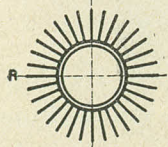

Fig. 73.
L'*autofrigor* (fig. 73) est une solution ancienne, mais particulière, du procédé. L'appareil travaille en vase clos et ne comporte ni soupapes ni presse-étoupe. Le moteur électrique (2 et 3) entraîne par l'intermédiaire d'un arbre vertical le piston du compresseur (5). Ce dernier aspire l'agent frigorigène à l'état gazeux en (6), le refoule dans la chambre (7) d'où il passe dans une autre chambre (8), et enfin dans le condenseur (9) où le fluide se liquéfie sous l'action de l'eau de réfrigération qui circule dans la chemise (10). Liquéfié, l'agent frigorigène, qui est l'éther diméthylique, est injecté dans l'évaporateur (14) où il s'évapore par suite de la dépression.